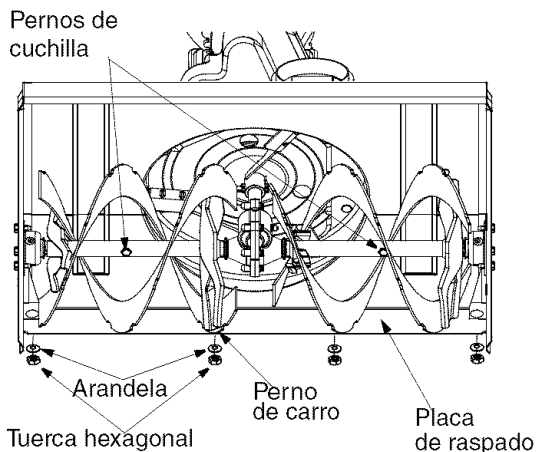

Figura 16
2. Saque los cuatro pernos de carro y las dos tuercas hexagonales que ajustan las zapatas antideslizantes a los dos costados de la máquina quitanieve. Vea la Figura 16.
tuercas hexagonales que ajustan dicha placa a la caja de la máquina quitanieve. Vea la Figura 16.